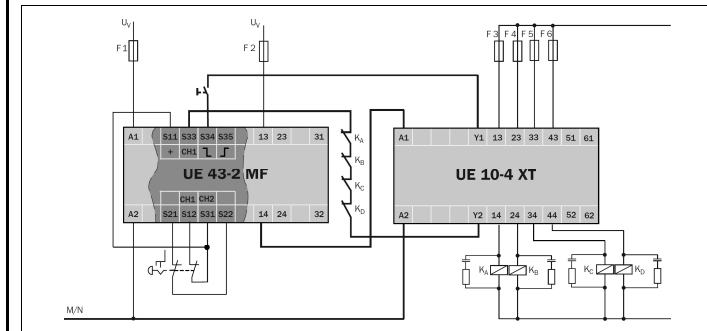

Abb. 2: Beispiel eines zweikanaligen Not-Aus an Basisgerät UE43-2MF mit Erweiterungsgerät UE10-4XT. Manuelle Rücksetzung mit Schutzkontrolle der Ausgangskreise
- Um das Verschweißen der Kontakte der eingebauten Relais zu verhindern, ist eine Überstromschutzeinrichtung mit max. 6 A Kurzschlusschutz (Betriebsklasse gG) in die Freigabestrompfade einzubinden (siehe Abb. 2, Sicherung F3/F4/F5/F6).